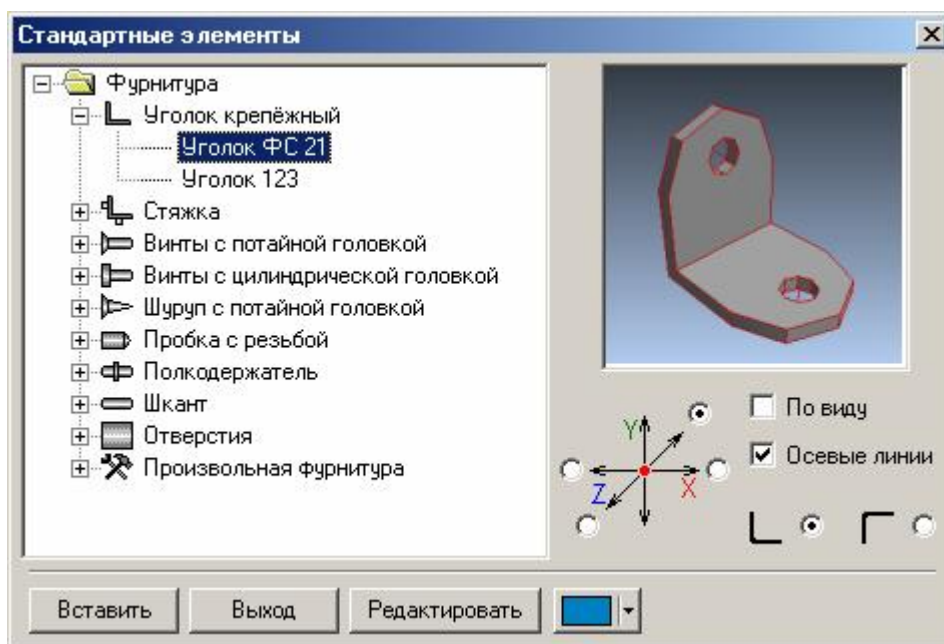

Рис. 29 Диалоговое окно приложения **Крепеж и комплектующие**
1. Запустить приложение **Крепеж и комплектующие**, что приводит к появлению соответствующего диалогового окна (рис. 29).
5. Нажать кнопку **Вставить** (при этом диалоговое окно, представленное на рис. 29, исчезнет).